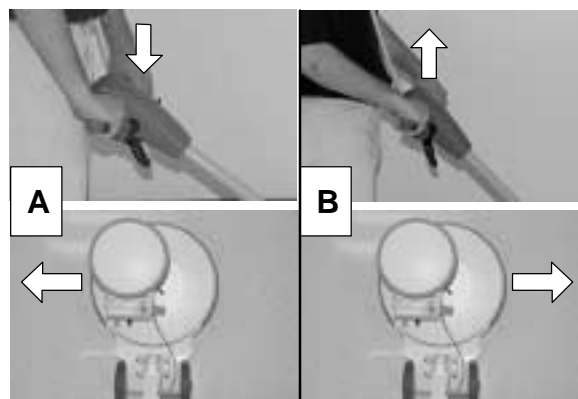

ABB. 13
- Um die Maschine nach links zu bewegen (A), senken Sie den Griff leicht. Um die Maschine nach rechts zu bewegen (B), heben Sie den Griff leicht. Fahren Sie die Maschine in Seitwärtsbewegungen über den Boden (Abbildung 13).